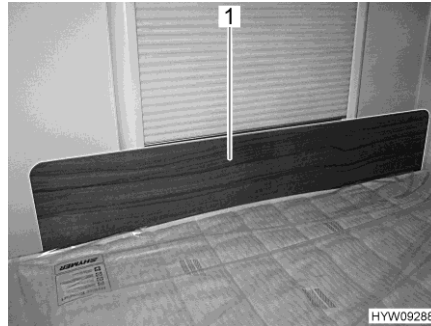

Bild 109 Schutzblende/Herausfallschutz
- Schutzblende (Bild 109,1) vor dem Fenster zwischen Matratze und Fensterrahmen stecken. Die Klemmwirkung der Matratze hält die Schutzblende in ihrer Position vor dem Fensterrahmen.